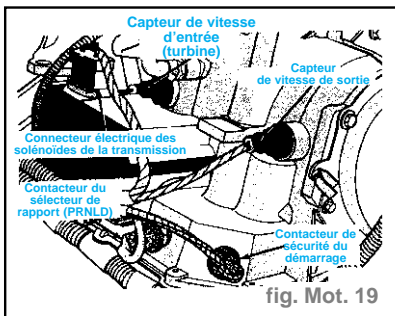

fig. Mot. 19
- Vérifier l'état de la connexion de câblage du contacteur de sécurité de démarrage. Vérifier l'état des connexions électriques de la transmission automatique. (fig. Mot. 19)